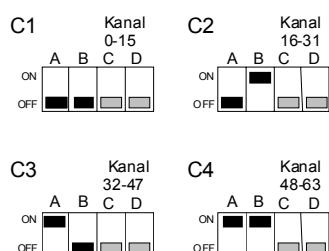

Bild 3: IR Sendekanal einstellen
- Abnehmen des Deckels auf der Rückseite (Bild 3)
Der IR Handsender verwendet 16 von 64 möglichen IR Kanälen. Die mit A und B bezeichneten Kodierschalter sind für die Auswahl des IR Kanalblocks zu verwenden (siehe Bild 3).